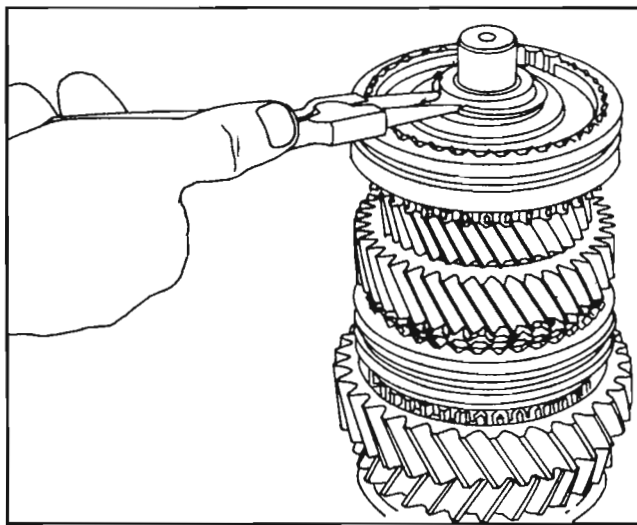

Fig. 68
Elija un anillo elástico apropiado (15) que encaje exactamente. Los anillos elásticos son disponibles con espesores de 2,0 a 2,4 mm en pasos de 0,1mm. *Fig. 68*